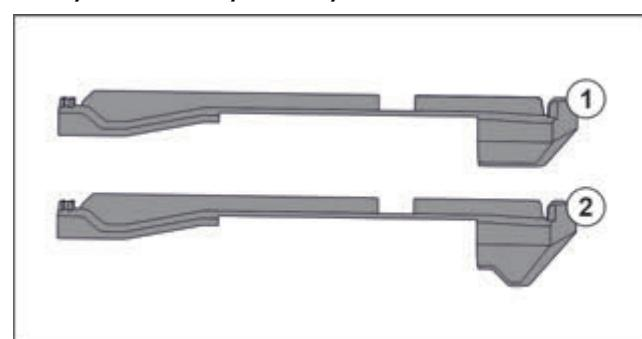

Fig. 74 Порівняння вставних частин
У пристрої є дві різні вставні частини. Вставна частина над самим нижнім висувним ящиком Fig. 74 (2) має трикутний край. Всі інші вставні частини Fig. 74 (1) мають прямий край.
- Розмістити вставну частину Fig. 74 (2) з трикутним краєм над самим нижнім висувним ящиком.
- Розмістити вставну частину Fig. 74 (1) з прямим краєм у всіх інших місцях.